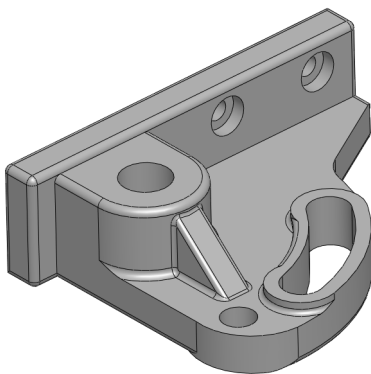

图 14-68 创建圆角特征
(4) 单击【确定】按钮, 即可创建圆角特征, 如图 14-68 所示。